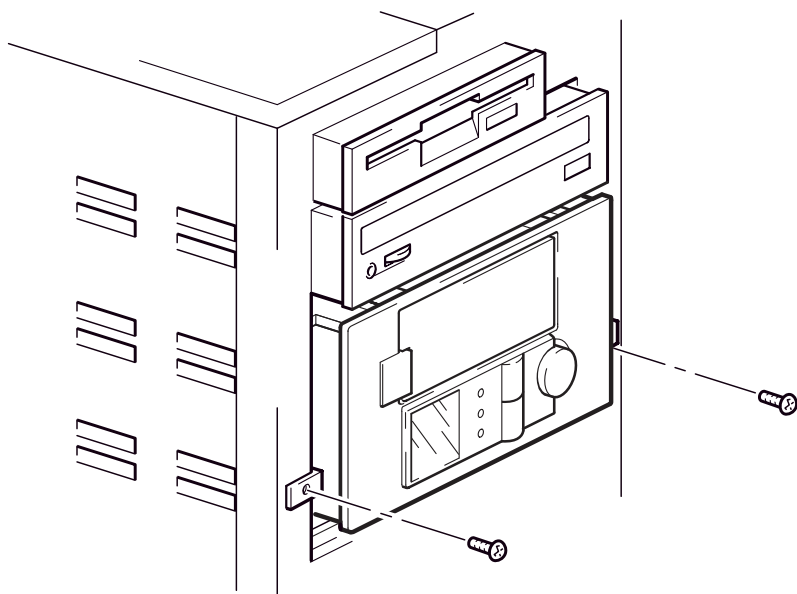

図 10a: マウント用部品を使ったオートローダの固定
- 1 オートローダを固定します。17 ページの「ステップ 4: マウント用ベイを準備する」で取外したネジを使用して、図 10a に示すようにオートローダを固定します。